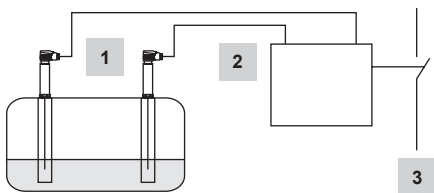

Fig. 5
- Fig. 5** **Stoomketelinstallaties volgens EN 12952-07 / EN 12953-06, 72u bedrijf**